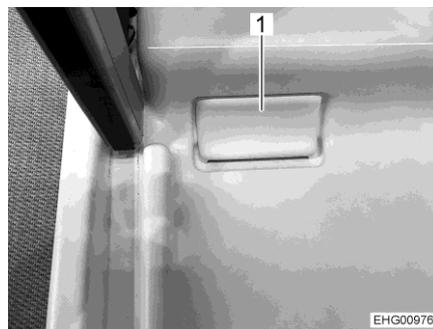

Fig. 135 Cache bac à douche
- Retirer avec précaution le cache (Fig. 135,1) avec un objet pointu dans le coin du bac à douche.